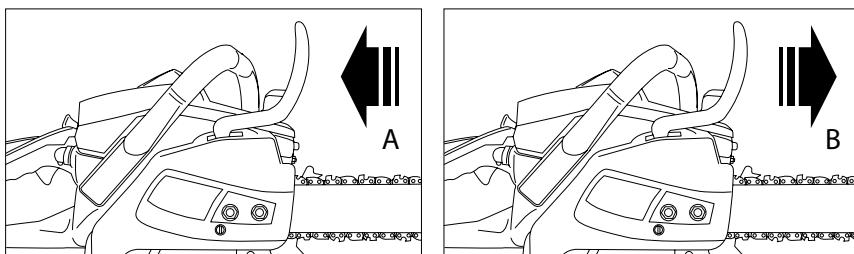

Fig. 12
1. El freno está desactivado (la cadena se puede mover) cuando el escudo del freno se retire (A) (fig. 12).
2. El freno está activado (la cadena no se puede mover) cuando el escudo del freno se dirige hacia adelante (B). En este caso, la cadena no debe moverse sobre la barra (fig. 12).